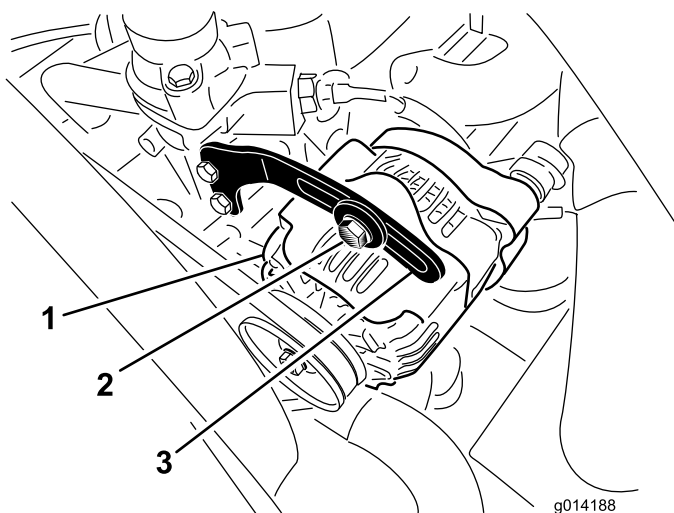

Рисунок 57
2. Проверьте натяжение ремня генератора, надавив на него (Рисунок 57) посередине между шкивами генератора и коленчатого вала с усилием 10 кг.
3. Ослабьте болт крепления скобы к генератору (Рисунок 57) и шарнирный болт генератора.